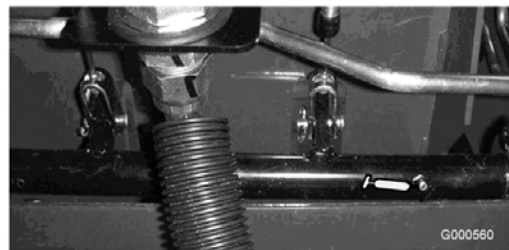

Figura 24
- Bielas de articulação do eixo do travão (5) (Figura 24)